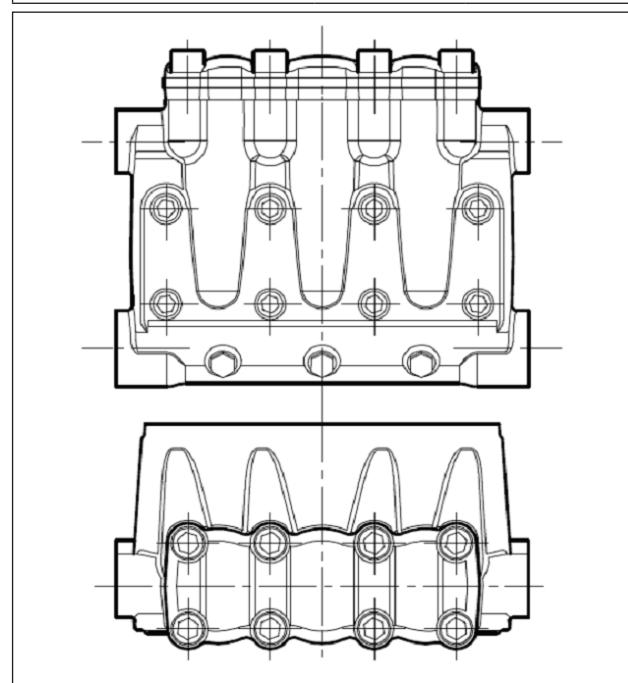

图34
** 分解图部件号39的泵头固定螺丝必须按照(图34)表中所述的顺序用扭力扳手拧紧。
*** 分解图部件号41的阀盖固定螺丝必须按照(图34)表中所述的顺序用扭力扳手拧紧。